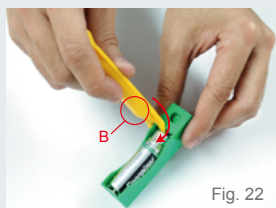

Fig. 22
- Använd sidan märkt med "B" på verktyget för att ta ur batteriet ur batterihållaren (Fig. 22).